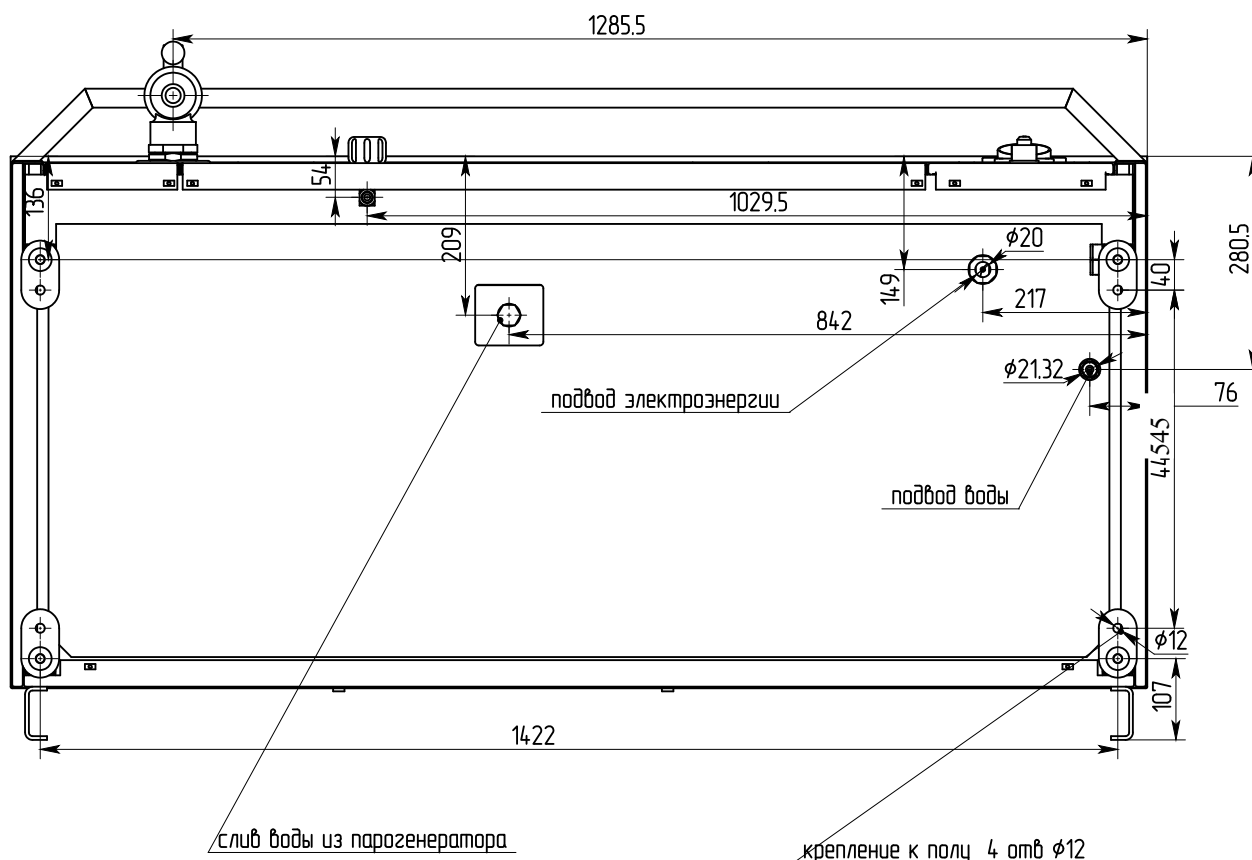

Рисунок 2 – Схема крепления котла к полу.
1.4.1.10. В дне каркаса предусмотрена пластмассовая втулка для подключения электрического кабеля (Рис.2).
Изделие крепится к палубе при установке его на месте эксплуатации через пластины 31. (Рис.2)